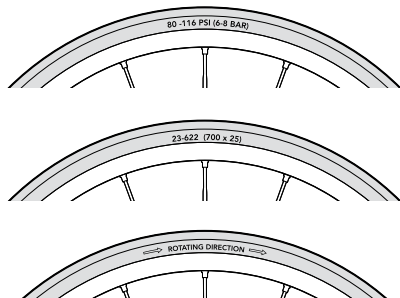

図19
- サイズ、空気圧の適正範囲、そして一部のハイパフォーマンスタイヤでは特定の推奨用途が、タイヤのサイドウォールに表示されています(図19参照)。この情報の中で最も重要なのは空気圧です。